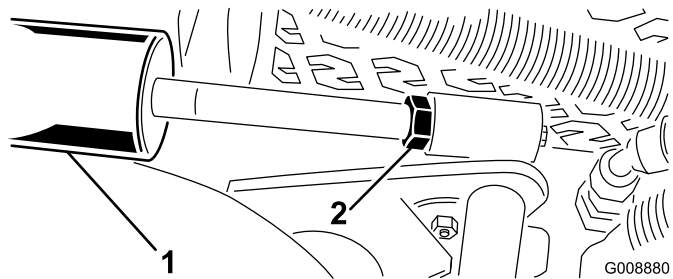

図 14
- A. カuttingユニットを降下させ、シリンダについているジャムナットを戻す（図 14）。